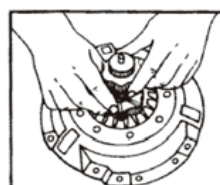

Abb. 4
4. Ziehen Sie die Arretierung (C) nach oben handfest an (Abb. 4).